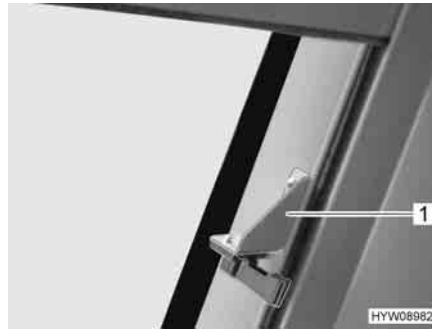

Fig. 42 Chiusure di sicurezza aggiuntive per oscurante a rullo
- Su entrambi i lati, ruotare spingendo indietro la chiusura di sicurezza (Fig. 42,1) applicata a sinistra e a destra approssimativamente a metà dell'altezza della finestra. A questo punto l'oscurante a rullo non può più abbassarsi ulteriormente.